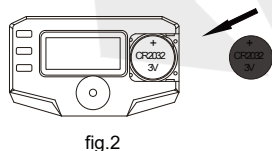

fig.2
---Coloque la pila CR2032 en el compartimento, con el polo positivo (+) hacia fuera (fig. 2).